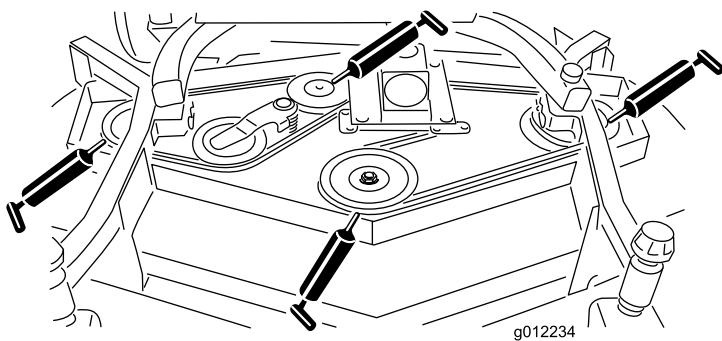

図 21
- スピンドルのシャフトのベアリング3ヶ所プーリの下 (図 21)
- アイドラームのシャフトのベアリング (図 21)